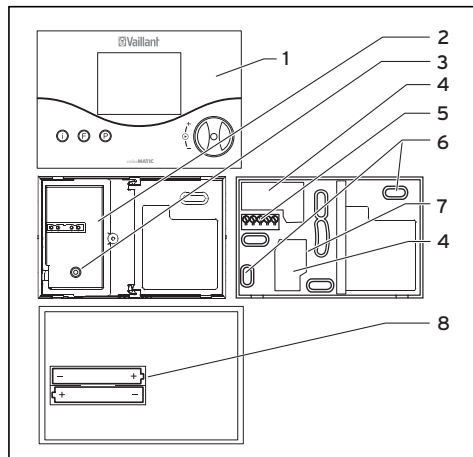

Abb. 9.1 Montage des Raumtemperaturreglers
Die Verbindung mit dem Heizgerät erfolgt über eine 2-adrige Verbindungsleitung an den Anschlussklemmen 3-4 (siehe Abb. 9.1, Pos. **5**).
- Bringen Sie zwei Befestigungsbohrungen **(6)** mit Durchmesser 6 mm (entsprechend Abb. 9.1) an und setzen Sie die mitgelieferten Dübel ein.
- Legen Sie die beiliegenden Batterien in das auf der Rückseite des Reglers befindliche Batteriefach (Abb. 9.1, Pos. **8**) ein. Achten Sie dabei auf die richtige Polung der Batterien.